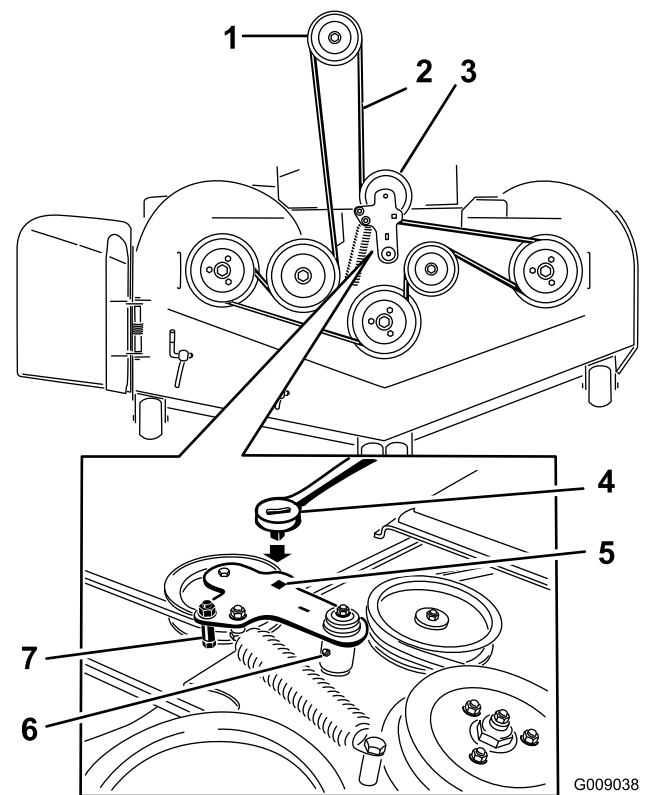

Figura 93
5. Levante la chapa de suelo e introduzca una llave dinamométrica en el taladro cuadrado del brazo tensor de la plataforma (Figura 93).
6. Gire cuidadosamente el brazo tensor de la plataforma en el sentido de las agujas del reloj y retire la correa del cortacésped (Figura 93).